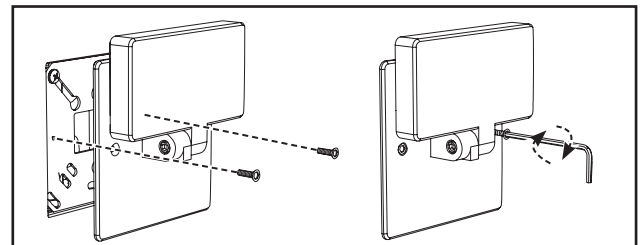

Figura 3.
5. Alinee la junta sobre la caja de derivación e inserte los dos tornillos incluidos en los orificios de la placa de montaje. Asegure la placa trasera a la placa de montaje por medio de una llave allen de 5/64". (Figura 3.)